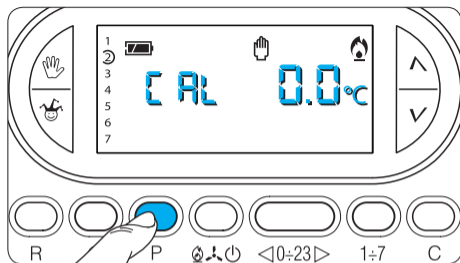

Fig. 57
16.2- Premere il pulsante **P** (fig. 57).